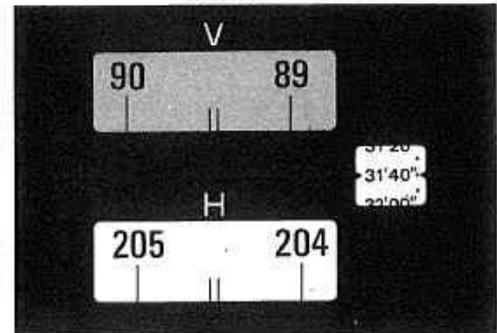
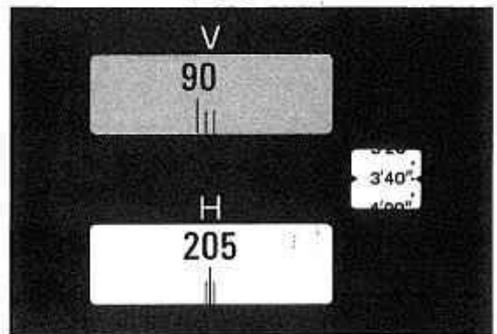

図9
図10
図9は、ある目標物を望遠鏡で視準したときの図です。水平目盛の読み取りの場合、H窓と分秒窓に注目して下さい。H窓には中央に固定指標があり、その左右に204°と205°の数字と目盛線があります。次にマイクロつまみ⑯を回し、204°又は205°の目盛線を固定指標の中央に入れて下さい。図10は以上の操作が完了したときの図です。このとき水平目盛は、205°3'40"です。分・秒は窓の矢形指標先端の数字を読み取ります。